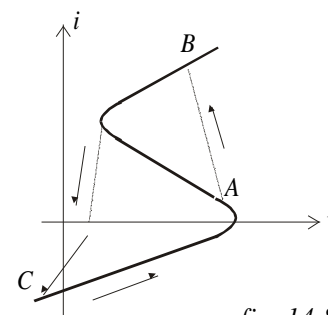

fig. 14.8
- prin rezistență negativă (caracteristica este prezentată în fig. 14.8)